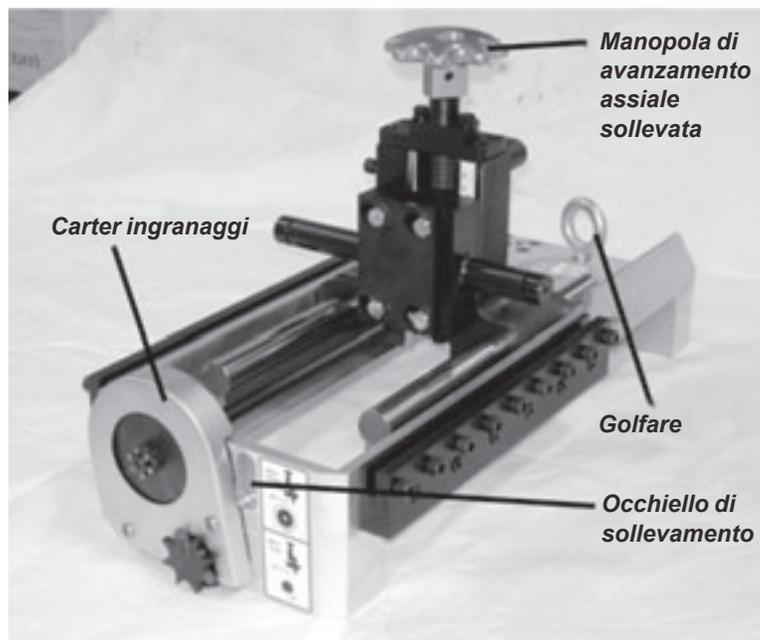

Figura 2-1. La foto illustra le caratteristiche di sicurezza del ponte di tornitura.
Il ponte di tornitura prevede le caratteristiche illustrate nella figura 2-1 per ridurre i rischi operativi.
- Tutti i modelli del ponte di tornitura sono equipaggiati di un golfare e di un occhiello di sollevamento, mostrati nella Figura 2-1, per il fissaggio della slitta a un dispositivo di sollevamento. Utilizzare sempre questi punti quando si ricorre a un dispositivo di sollevamento.